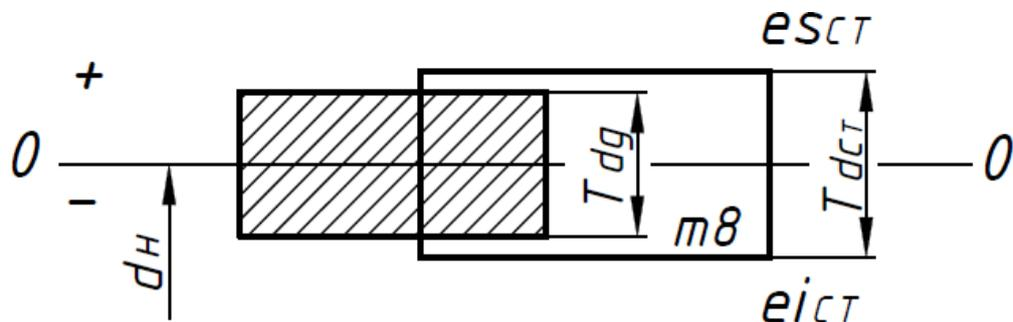

Рисунок 2 - Схема расположения полей допусков
6. На схему расположения полей допуска нанести нормированные по стандарту величины предельных отклонений и обозначить стандартное поле допуска (рис. 2).